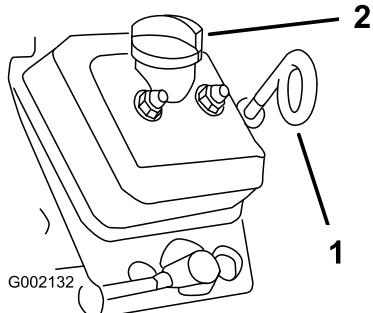

Рисунок 18
- Очистите поверхность вокруг масломерного щупа и крышки заливной горловины тканью (Рисунок 18), чтобы загрязнения не могли попасть в трубку масломерного щупа или заливную горловину и привести к повреждению двигателя.
- Извлеките масляный щуп и начисто протрите его (Рисунок 18).
- Вставьте щуп в трубку масломерного щупа до упора (Рисунок 18).
- Установите крышку заливной горловины; см. Рисунок 18.
- Вставьте масломерный щуп до упора (Рисунок 18).